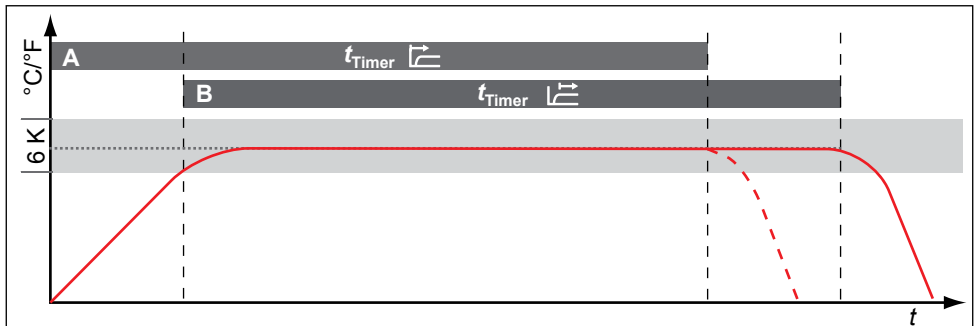

Abb. 22 Timer Mode
Hier kann bei Universalschränken UN/UF und Brutschränken IN/IF eingestellt werden, ob der Timer (siehe Seite 25) sollwertabhängig arbeiten soll oder nicht – das heißt, ob die Timerlaufzeit erst beginnen soll, wenn ein Toleranzband von $\pm 3\text{ K}$ um die Solltemperatur erreicht ist (Abb. 22, B), oder bereits unmittelbar nach dem Aktivieren des Timers (A).